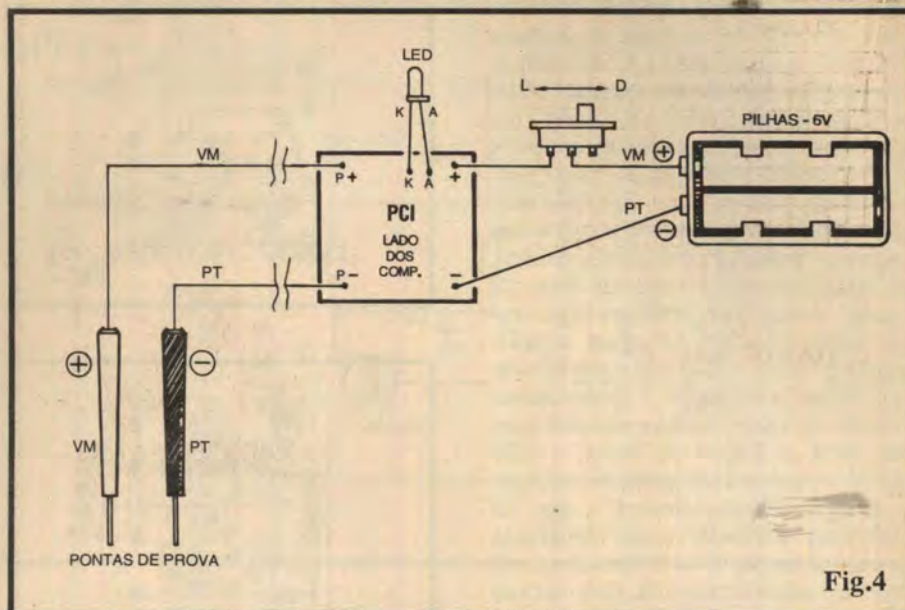

Fig.4
**- FIG. 4 - CONEXÕES EXTERNAS À PLACA** - Ainda vista pela sua face não cobreada (agora com as peças da figura anterior "invisibilizadas", para "despoluir o visual"...), a plaquinha tem a ênfase nas